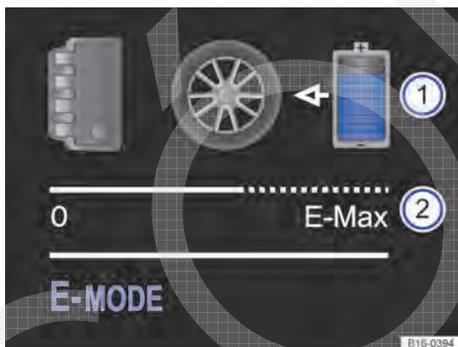

Fig. 21 No display do instrumento combinado: indicador do fluxo de energia (1) e indicador da disponibilidade de potência elétrica (2).
O fluxo de energia da propulsão híbrida é exibido no display dos instrumentos combinados com base em representações simbólicas e setas → Fig. 21 (1). Assim, o indicador do fluxo de energia pode ajudar a condução a economizar energia.
Modo de condução **E-MODE** (condução puramente elétrica) é exibido no display do instrumento combinado a disponibilidade de potência momentânea da propulsão elétrica → Fig. 21 (2). Em todos os outros modos, a indicação está desativada, portanto sem deflexão de barras e acinzentado.